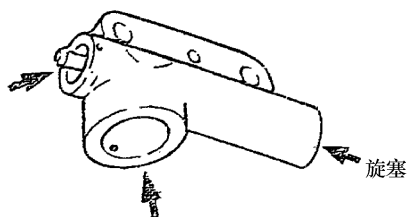

图 4-47 检查杆端
2) 如图 4-47 所示, 检查杆端有无磨损或损伤, 必要时更换新件。